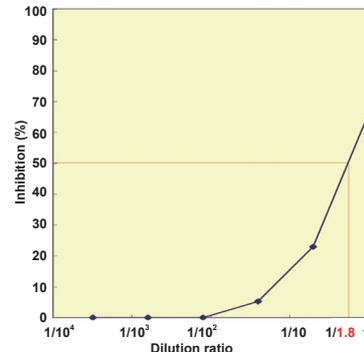

図 5. 赤血球サンプルを用いた阻害曲線
- 1) 阻害曲線 (図 5) より IC50 値を求める。サンプルの IC50 値の希釈率は「1/1.8」となる。